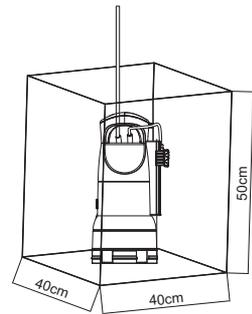

Fig. 3
- Attacher une corde à la poignée (1) et plonger délicatement le produit dans un réservoir d'eau aux dimensions minimales de 40 x 40 x 50 cm (Fig. 3).